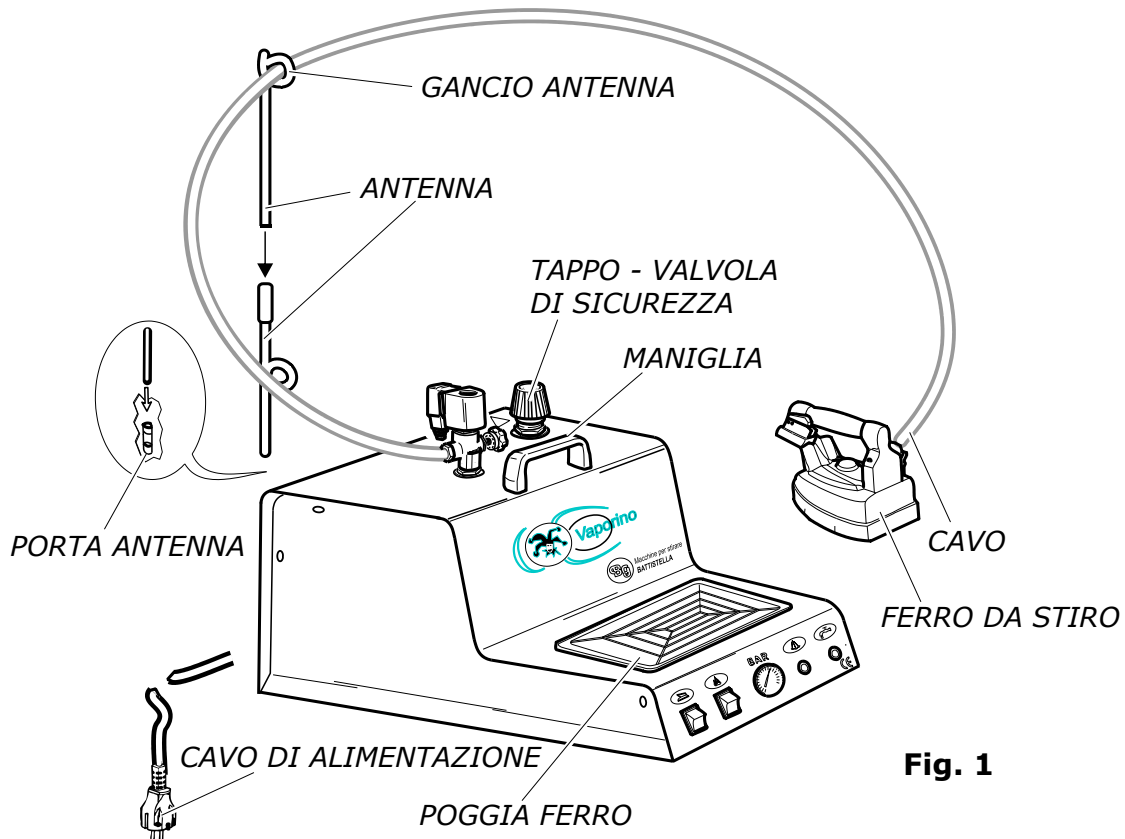
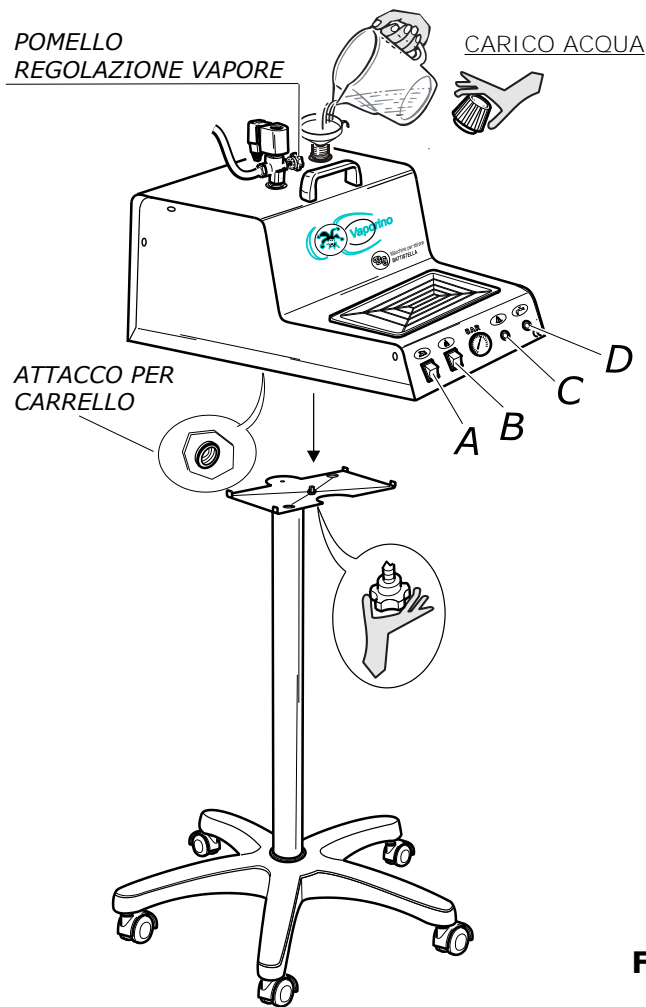
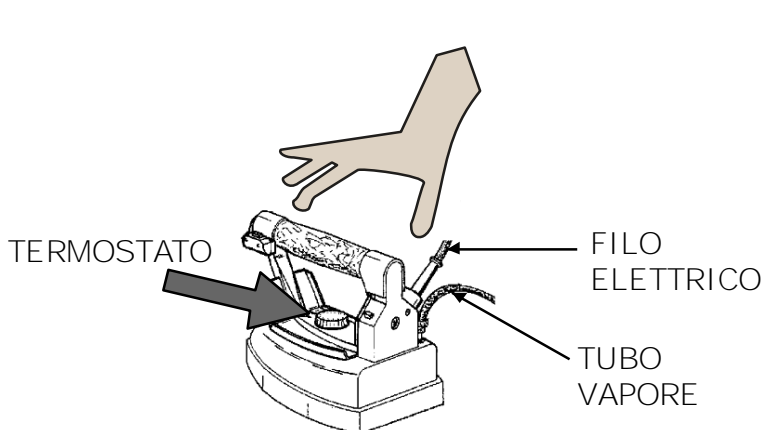
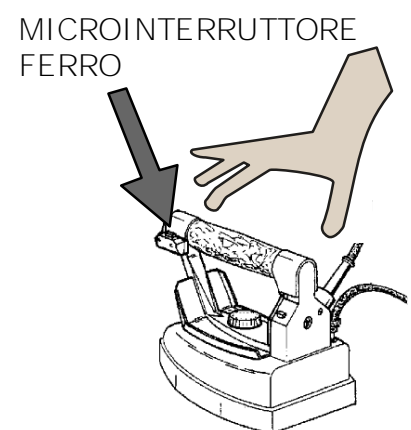

Fig. 1
Fig. 2
Fig. 3
Fig. 4
Prima dell'arrivo del VAPORINO INOX MAXI è necessario che il cliente prepari, vicino al posto in cui verrà installato una presa di corrente protetta e adeguata alla potenza del VAPORINO INOX MAXI (si consiglia un interruttore magnetotermico differenziale da 16 A e Id 30 mA). Per il trasporto e la movimentazione del VAPORINO INOX MAXI servirsi esclusivamente **dell'apposita maniglia**. Mai tirare i cavi elettrici (fig. 1).
2. Estrarre il VAPORINO INOX MAXI dalla scatola, **montare l'antenna e inserirla nell'apposito porta antenna situato sul retro del VAPORINO INOX MAXI (fig. 1), avendo l'avvertenza di inserirla bene fino in fondo.**
4. Posare il ferro sul poggia ferro in gomma in dotazione (fig. 1).
5. Per il VAPORINO INOX MAXI dotato di carrello: avvitare il pomello del carrello sull'apposito attacco presente sotto la base del VAPORINO INOX MAXI (fig. 2).
1. Svitare il tappo valvola dal VAPORINO INOX MAXI (fig. 1) e riempire con la **quantità desiderata d'acqua la caldaia (fig. 2) prestando attenzione che non trabocchi**. Si consiglia di riempire la caldaia servendosi di un imbuto. Riavvitare il **tappo prendendolo per la parte in plastica con l'avvertenza di non serrarlo troppo** altrimenti si rovina la guarnizione (vedi capitolo 7).
3. **Accendere l'interruttore della caldaia (fig. 2 B), l'interruttore del ferro (fig. 2 A) e portare il termostato del ferro da stiro (fig. 3) sulla posizione "cotone".**
4. Attendere che la spia caldaia si spenga (fig. 2 C): il manometro dovrebbe indicare 2,5/3 bar circa. A questo punto sollevare il ferro da stiro per il manico in sughero e premere il microinterruttore del ferro (fig. 4) per 4-5 volte, facendo uscire il vapore. Bisogna inoltre accertarsi che il vapore sia ben saturo (premendo il microinterruttore con il ferro da stiro rivolto verso il pavimento). **E' possibile inoltre regolare la quantità di vapore desiderata tramite il pomello regolazione vapore (fig. 2).** A operazione eseguita, il ferro da stiro è pronto per stirare. Durante lo stiro la spia caldaia si accende e si spegne in continuazione, segno di normale funzionamento (fig. 2 C).
11. **Non bisogna mai sostituire il tappo valvola (fig. 1) con tappi di altro genere. N.B.: il tappo valvola è tarato a 4,5 bar ed inoltre ha la funzione di valvola di sicurezza.**
1. Passare il ferro da stiro sui capi da stirare, premendo ad intervalli il microinterruttore del ferro (fig. 4) per far uscire il vapore.
3. È prudente, durante lo stiro, riporre il ferro solamente **sull'apposito poggia ferro in gomma** (fig. 1).
4. Per la stiratura a secco si può regolare il termostato (fig. 3) sulle varie posizioni, a seconda del tipo di tessuto che si vuole stirare (fare riferimento quindi alle indicazioni apposte sui capi). Per lo stiro a vapore si deve regolare il termostato **sulla posizione "cotone" o "lino" (N.B.: solamente per i ferri Tulipano il termostato deve essere posizionato su fine "lana" - inizio "cotone")**.
5. Quando il VAPORINO INOX MAXI viene utilizzato abbinato ad un tavolo da stiro non aspirante è possibile che sorgano delle macchie d'acqua sul tavolo, in questo caso diminuire il flusso di vapore del ferro tramite il pomello di regolazione vapore (fig. 2). **Si consiglia perciò di abbinare l'apparecchio ad un tavolo aspirante e riscaldato.**
L'acqua è terminata quando, durante lo stiro, si accende la spia "senza acqua" (fig. 2 D). A questo punto rimuovere la spina dalla presa, ruotare di 360° il tappo valvola (fig. 1) e aspettare che sia fuoriuscito tutto il vapore (il manometro deve indicare 0 bar). Con molta cautela svitare e togliere il tappo e attendere 5/10 minuti.
Rifornire quindi d'acqua la caldaia (fig. 2) in base alla necessità evitando il trabocco (vedi capitolo 4 punto 1). Riavvitare il tappo valvola, reinserire la spina nella presa di corrente e attendere finché non si spegne la spia caldaia (fig. 2 C). Il ferro è nuovamente pronto per stirare.
Togliere il tappo valvola (fig. 1) e ruotare il VAPORINO INOX MAXI verso destra affinché fuoriescano l'acqua ed eventuali impurità.
3. il tubo vapore e il filo del ferro da stiro ogni qualvolta risultino danneggiati (fig. 3);
4. il tappo valvola ogni 2500 ore di lavoro o al massimo ogni 3 anni (fig. 1).
6. quando il ferro si surriscalda o perde acqua (fig. 3);
7. **quando si lava o si pulisce il ferro da stiro con l'acqua (fig. 3);**